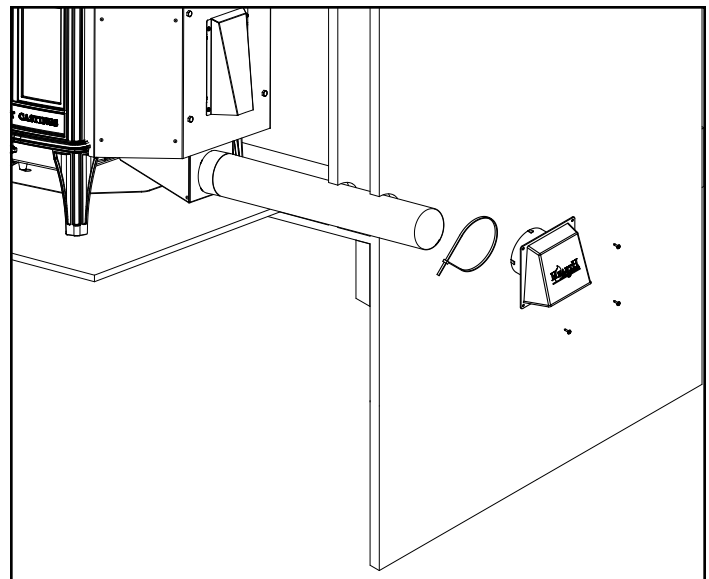

Figure 5.12- Installation arrière
2. Utilisez un tournevis à tête cruciforme # 2 pour fixer l'adaptateur flexible au poêle au moyen de 4 vis. Figure 5.12 et 5.13.